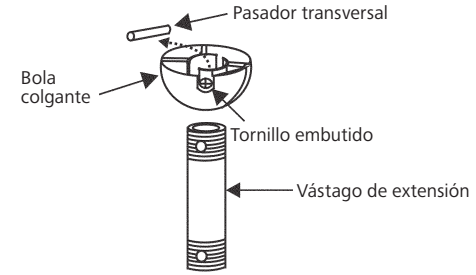

Fig. 8
**Paso 5.** Retire la bola colgante del ensamblaje del vástago de extensión aflojando el tornillo embutido, desatornillándolo y retirando el pasador transversal y desatornillando la bola del vástago. (Fig. 8)